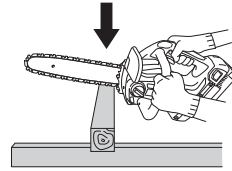

Fig. 21
- (1) Encienda la unidad mientras mantiene la sierra algo alejada de la madera que vaya a cortar. Comience a serrar sólo cuando la unidad haya alcanzado plena velocidad.
- (2) Cuando sierra una pieza de madera fina, presione la base de la barra de guía contra la madera y sierra como se muestra en la Fig. 21.